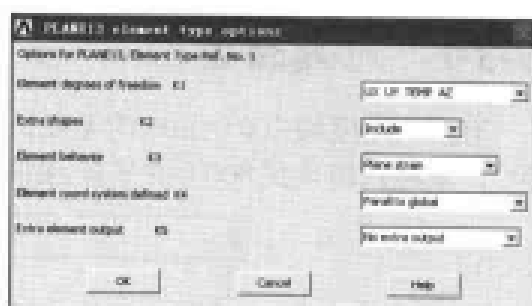

图 13-55 PLANE13 单元属性设置对话框
(3) 单击 Element Types 对话框上的 Options 按钮,出现 PLANE13 element type options 对话框,在 Element degrees of freedom K1 下拉列表框中选择 UX UY TEMP AZ 选项,其余选项采用默认设置,如图 13-55 所示,单击 OK 按钮关闭该对话框。